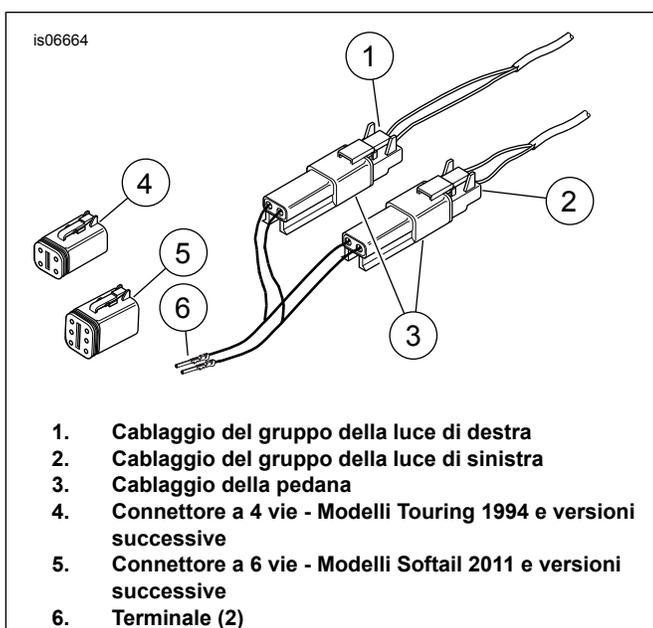

Figura 10. Collegamenti elettrici - Tutti i modelli 1994 e versioni successive
1. Vedere Figura 10. Installare il connettore Deutsch a 4 vie al cablaggio della pedana. Vedere il manuale di manutenzione.
2. Inserire il cablaggio del gruppo delle luci di destra (1) e di sinistra (2) nel cablaggio della pedana (3).
3. Collegare il connettore del cablaggio della pedana (4) nella presa ausiliaria posizionata sotto la sella. Passare al MONTAGGIO FINALE.
1. Vedere Figura 10. Installare il connettore Deutsch a 6 vie (5) al cablaggio della pedana. Vedere il manuale di manutenzione.
2. Inserire il cablaggio del gruppo delle luci di destra (1) e di sinistra (2) nel cablaggio della pedana (3) fornito nel kit.